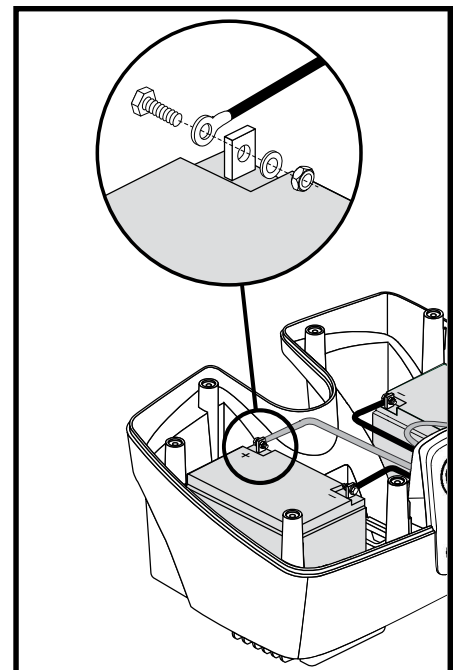

Figure 21. Débranchez les câbles d'alimentation de la batterie sur une boîte de batterie 17-22 Ah
**NOTE:** Certaines batteries nécessitent l'enlèvement d'un écrou et d'un boulon lorsque vous débranchez le câble de la batterie à partir de la borne de la batterie. Voir la figure 21.